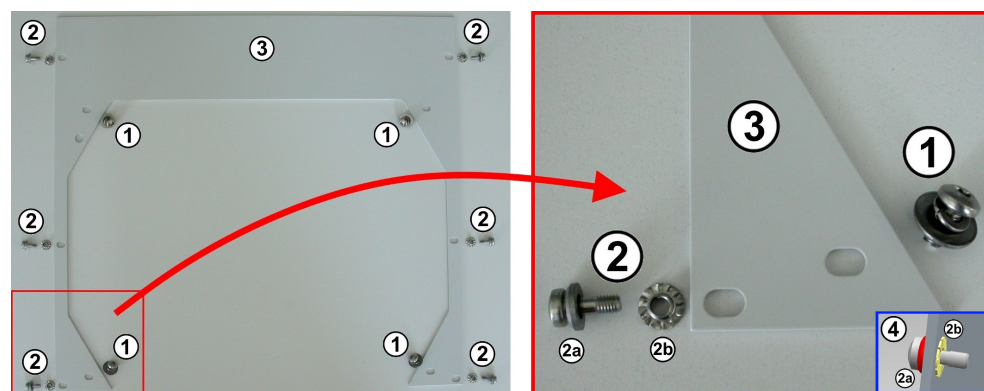

図 6-6: 金属製のラックカバーシートの各穴にねじとワッシャーを合わせる
8. 6 個のねじ、ワッシャー、グランドソケット (図 6-6 のラベル (2)) を金属製のラックカバーシートの 6 個の外穴に取り付けます。
カバーシートの裏側からグランドソケット (2b) を、表側から M5 ねじと小ワッシャー (2a) を挿入してください。その結果を図 6-6 の (4) に詳細に示します。挿入してグランドソケットに対して締め付けたら、金属製のシートから M5 ねじを取り外すことはできません。
10. 6個のねじ（2）で、金属製のラックカバーシートをラックの **M5 ケージナット** に固定します（図 6-6 を参照）。
11. 4個のねじとワッシャー（1）を使用して、金属製のラックカバーシートをチャンバーに固定します（図 6-6 を参照）。